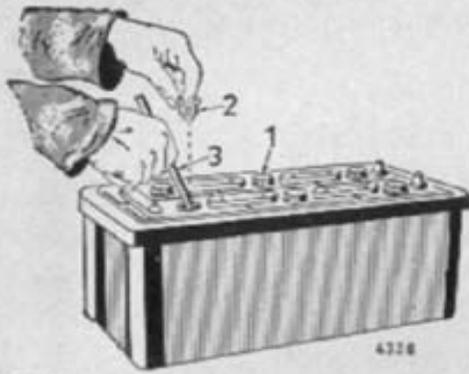

Bild 31
**B 7 Batterie-Flüssigkeitsstand prüfen, alle 120 Betriebsstunden** (bei jedem Motorölwechsel) in den einzelnen Zellen nach Abschrauben der Verschlußkappen 1 (Bild 31). Hierzu sind verschiedentlich Kontrolleinsätze 2 vorhanden, bis zu deren Boden die Zellenflüssigkeit reichen soll. Trifft dies nicht zu, so ist ein sauberer Holzstab 3 bis auf die Bleiplattenoberkante einzuführen, der nach dem Herausziehen ca. 10 bis 15 mm lang feucht sein muß. Bei zu niedrigem Flüssigkeitsstand nur destilliertes Wasser nachfüllen. Wegen Kurzschlußgefahr niemals Werkzeuge auf die Batterie legen. Ihr Ladezustand ist von Zeit zu Zeit in einer Werkstatt prüfen zu lassen. Batteriehinweise für den Winter siehe Seite 11.